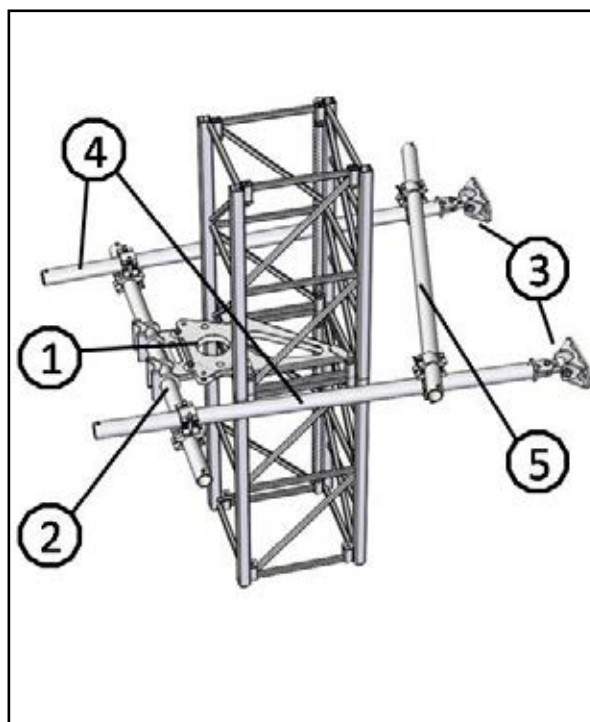

Bild 6.7.10.2 Toppförankringsinstallation
- Fäst begränsningsbrytarnas kammar i masten och justera den övre normala begränsningen så att det är minst 500 mm mellan räcken och förankringsrören då plattformen är i sin högsta position. Dimension A, Bild 6.7.10.1.